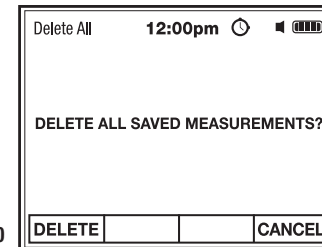

Fig. 20
2. Pulse la tecla de función F1 **DELETE** para borrar TODAS LAS MEDICIONES GUARDADAS (Fig. 20).
3. Pulse el botón de función F4 **CANCEL** para volver a mediciones sin borrar (Fig. 20).